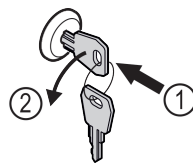

Fig. 176
- ▶ Shtyni çelësin brenda. Fig. 176 (1)
- ▶ Rrotulloni çelësin me 90° në drejtimin kundërorar. Fig. 176 (2)